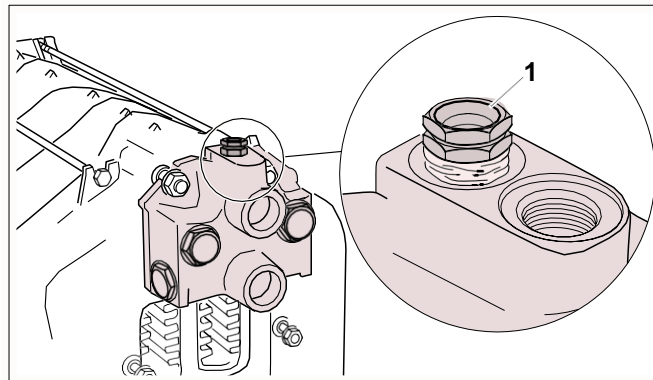

Рис. 23 Установка гильзы для датчиков
- Заглушить подающую и обратную линии (воздушник установить на фитинге Rp ¾ (☞ рис. 23)).